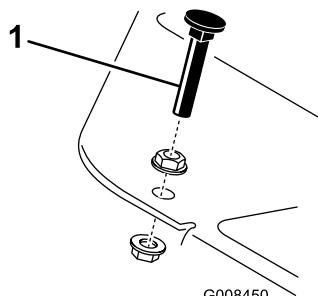

図 50
走行ペダルを踏み込んでみてください。ケーブルに張力が掛かる前にペダルがストップ（図 50）に当たる場合には調整が必要です。
- 1. ペダル・ストップをフロア・プレートに固定しているフランジヘッド・ロックナットをゆるめる（図 50）。